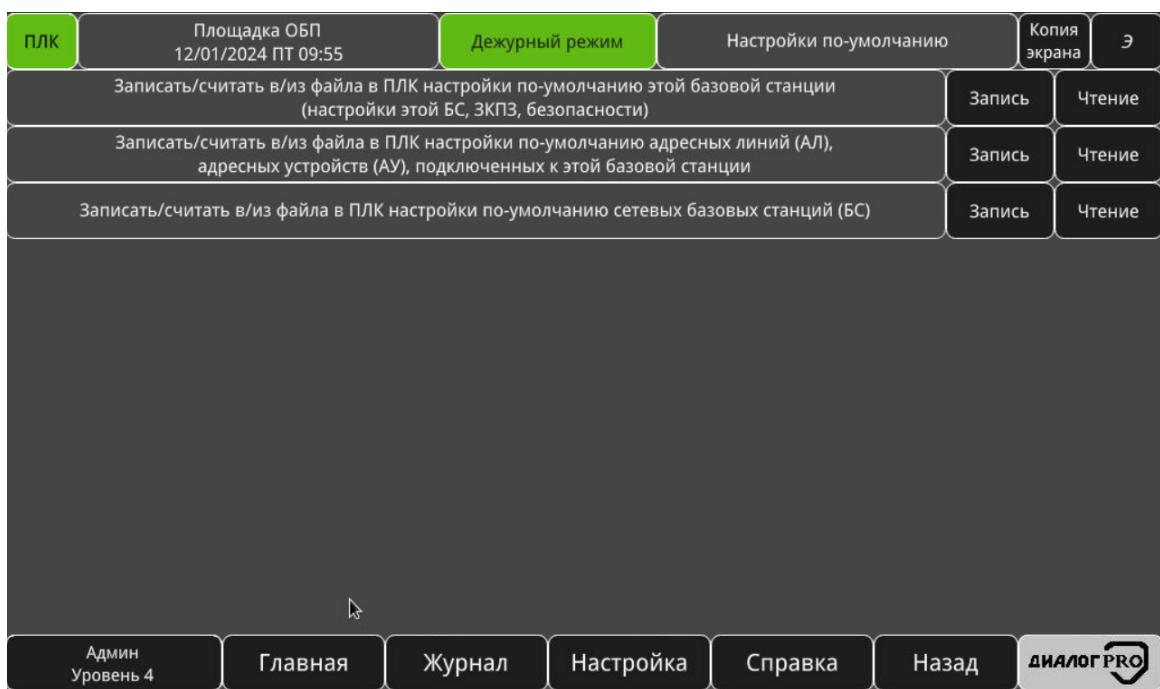

Рисунок 7.4 – Окно «Настройки по-умолчанию»
1. Выполниться сохранение настроек в энергонезависимую память панели оператора, для этого необходимо перейти в окно «Настройки по-умолчанию» («Настройки» – «Настройки этой базовой станции» – «Запись/чтение настроек в/из файла»), см. рисунок 7.4.
22. Выполниться чтение настроек из энергонезависимой памяти панели оператора, для этого необходимо перейти в окно «Настройки по-умолчанию» («Настройки» – «Настройки этой базовой станции» – «Запись/чтение настроек в/из файла»), см. рисунок 7.4 и нажать кнопку «Чтение».